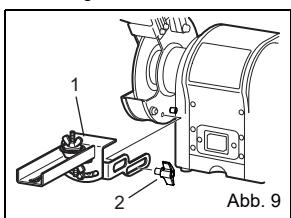

Abb. 9
- Montieren Sie das Schärfzubehör für Sägeblätter wie in Abb. 9 dargestellt.